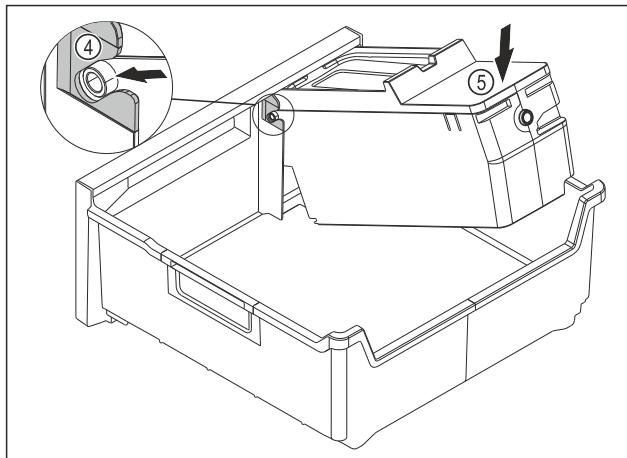

Fig. 145
- EasyTwist-Ice-Körper montieren: Achsen des EasyTwist-Ice-Körpers in die Führungen Fig. 145 (4) einschieben.
- EasyTwist-Ice-Körper Fig. 145 (5) hinten nach unten drücken.